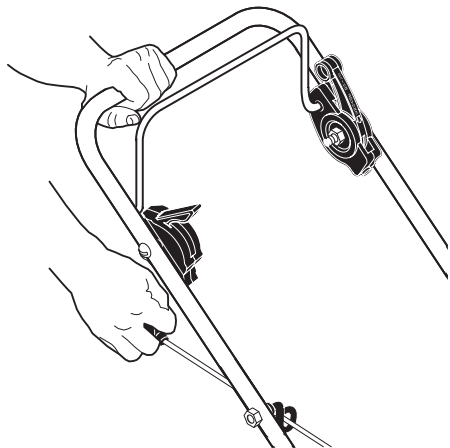

Рис. 12 Запуск двигателя
3. Встаньте позади газонокосилки.левой рукой возьмитесь за рабочую ручку, а правой рукой возьмите ручку стартера (Рис. 12). Стопор рычага включения триммерной головки не нажимайте (Рис. 12).